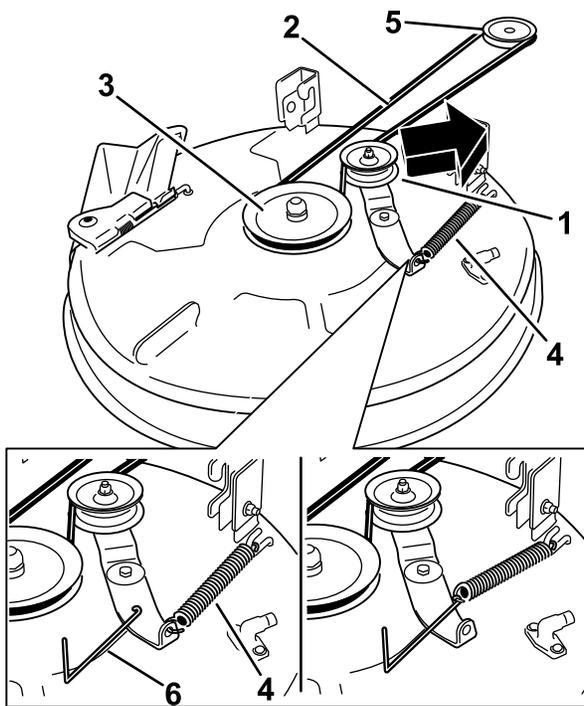

Bild 56
5. Entfernen Sie die Spannscheibenfeder mit einem Werkzeug zur Federentfernung (Toro Bestellnummer 92-5771) vom Mähwerkhaken, um die Spannung von der Spannscheibe zu nehmen, und rollen Sie den Riemen von den Spannscheiben (Bild 56).
- Verlegen Sie den neuen Riemen um die Motor- und Mähwerkriemenscheiben (Bild 56).
- Setzen Sie die Spannscheibenfeder mit einem Werkzeug zur Federentfernung (Toro Bestellnummer 92-5771) auf den Mähwerkhaken, um die Spannscheibe und den Mähwerkriemen zu spannen (Bild 56).